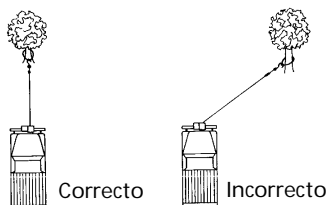

Figura 5
12. **EVITE TIRAR CONTINUAMENTE DESDE ÁNGULOS EXTREMOS,** ya que esto causará que el cable de alambre se apile en un extremo del tambor (Figura 5). Esto puede atorar el cable de alambre en el cabrestante dañando tanto el cable de alambre como el cabrestante mismo.